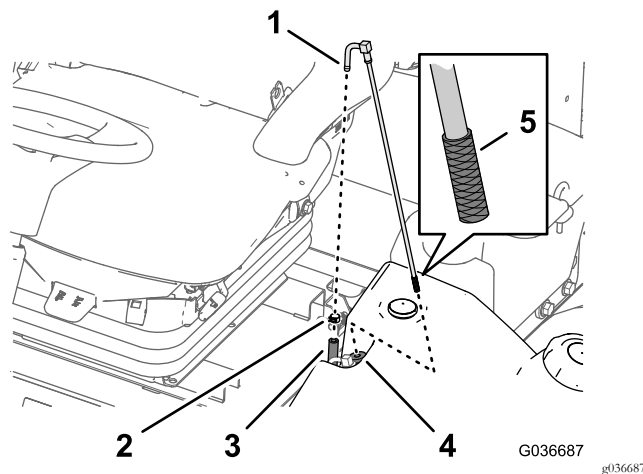

図 44
1. 燃料供給ホースを燃料供給チューブに固定しているホースクランプを外す 図 44。
2. フィッティングからホースを取り外す 図 44。
3. 燃料タンクから燃料供給チューブを取り出す 図 44。
4. 燃料供給チューブの端部のスクリーンにたまっているごみでいねいに取り除く 図 44。
5. ゴム製ブッシュを通して燃料タンク内部へ燃料供給チューブを挿入する 図 44。